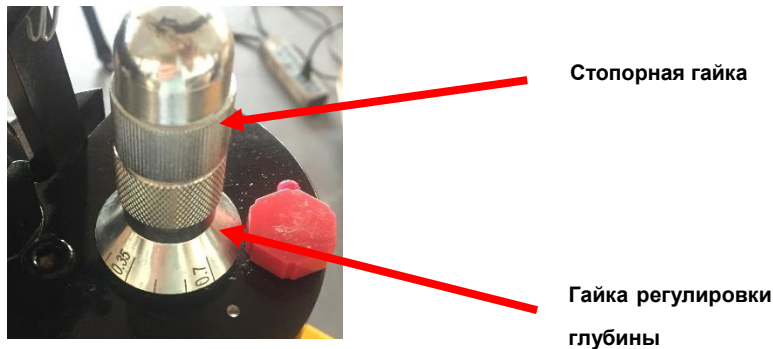

Рис. 5
3. Отвинтите гайку регулировки глубины, оставив достаточно места для глубины канавки, сравнив регулировочную метку с контрольной меткой. Затяните контргайку, настройка глубины выполнена. (Рис. 5)